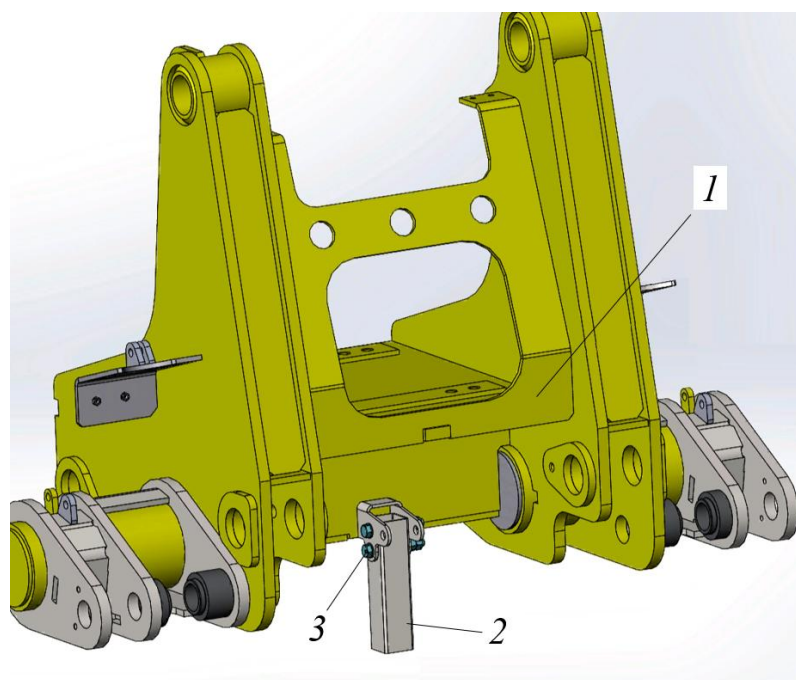

Рисунок 3.150. Рабочее положение ограничителя
Для перевода ограничителя в рабочее положение, рис.3.150, необходимо:
- ▶ Перевести трубу ограничителя 2 в нижнее положение, рис.3.150, при этом ограничитель должен находиться между грунтозацепов гусеницы.
- ▶ Установить болт 3 с двумя гайками в нижнее отверстие ограничителя 2, рис.3.150.